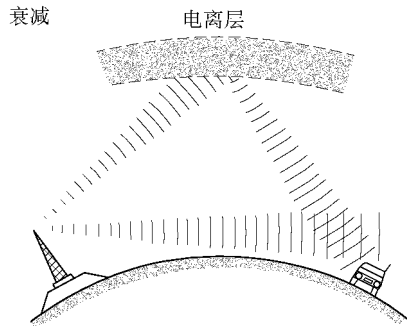

图 18-41 衰减
1) 衰减：除了对电干扰外，AM 广播对其他形式的干扰也很敏感，特别是在夜间更为显著。这是因为在夜间，AM 无线电从电离层反射出，这些无线电波同来自相同发射机的信号产生干扰，并直接进入汽车的天线。这种干扰形式被称为“衰减”现象，如图 18-41 所示。